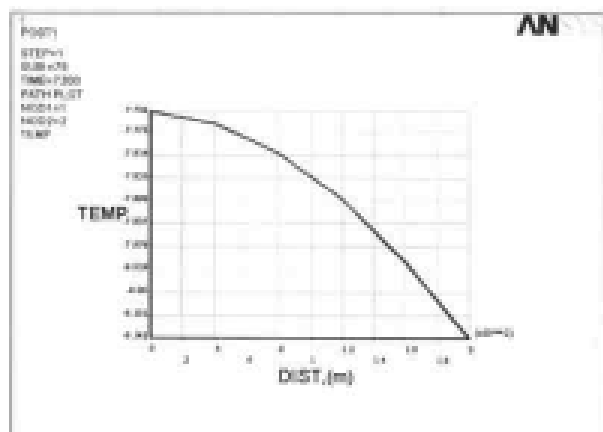

图 12-23 X 轴上节点温度随距离的变化关系曲线
(26) 选择 Main Menu | General Postproc | Path Operations | Plot Path Item | On Graph 命令, 出现 Plot of Path Items on Graph 对话框, 在 Lab1-6 Path items to be graphed 列表框中选择 TEMP 选项, 单击 OK 按钮关闭该对话框。ANSYS 显示窗口显示 2 小时后 X 轴上节点温度随距离的变化关系曲线, 如图 12-23 所示。
(27) 选择 Main Menu | General Postproc | Path Operations | Define Path | By Nodes 命令, 出现 By Nodes 菜单, 在文本框中输入 1, 2, 单击 OK 按钮, 出现 By Nodes 对话框, 在 Name Define Path Name 文本框中输入 TPATH2, 其余选项采用默认设置, 单击 OK 按钮关闭该对话框。
(28) 选择 Main Menu | General Postproc | Path Operations | Define Path | Modify Path 命令, 出现 Modify Path 对话框, 在 NPT Path point number 文本框中输入 1, 在 Node Node number 文本框中输入 1, 单击 Apply 按钮, 在 NPT Path point number 文本框中输入 2, 在 Node Node number 文本框中输入 NODE3, 单击 OK 按钮关闭该对话框。
(29) 选择 Main Menu | General Postproc | Path Operations | Map onto Path 命令, 出现 Map Result Items onto Path 对话框, 在 Lab User label for item 文本框中输入 TEMP, 在